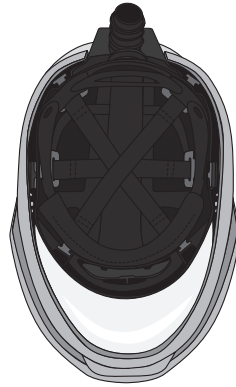

Fig. 1
2. Asegura la careta en su lugar con la abertura de la careta orientada hacia arriba y la protección facial orientada hacia ti. Asegúrate de que la careta no se desplace desde esta posición (Fig. 1).